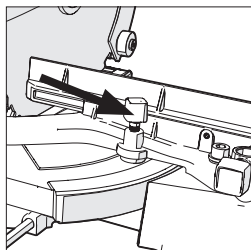

Fig. 20
- Desaperte o parafuso de fixação da esquadria (Fig. 20) para a esquerda.